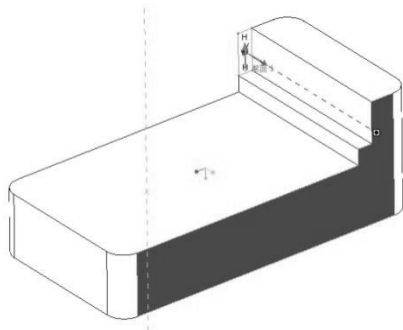

图 4-55 指定的曲面
(3) 在操控面板中的拉伸方向下拉菜单中，选择【拉伸至选定的曲面相交】，右侧的信息栏则显示出 ，要求在模型上选择需要指定的曲面。选择如图 4-55 所示的零件的另一面，则可生成如图 4-56 所示的图形。确认无误后单击  按钮，完成特征创建。